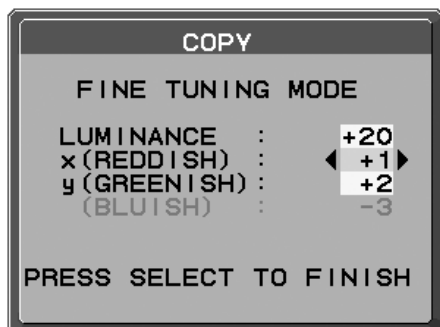

Abbildung C.6
10. Wenn die Meldung FEINABSTIMMUNGSMODUS (**Abbildung C.6**) angezeigt wird, drücken Sie SELECT, sofern das Ergebnis des Kopiervorgangs zufriedenstellend ist. Wenn das Ergebnis des Kopiervorgangs nicht zufriedenstellend ist, optimieren Sie den Weißpunkt manuell mit den Tasten LINKS und RECHTS, und drücken Sie dann SELECT.